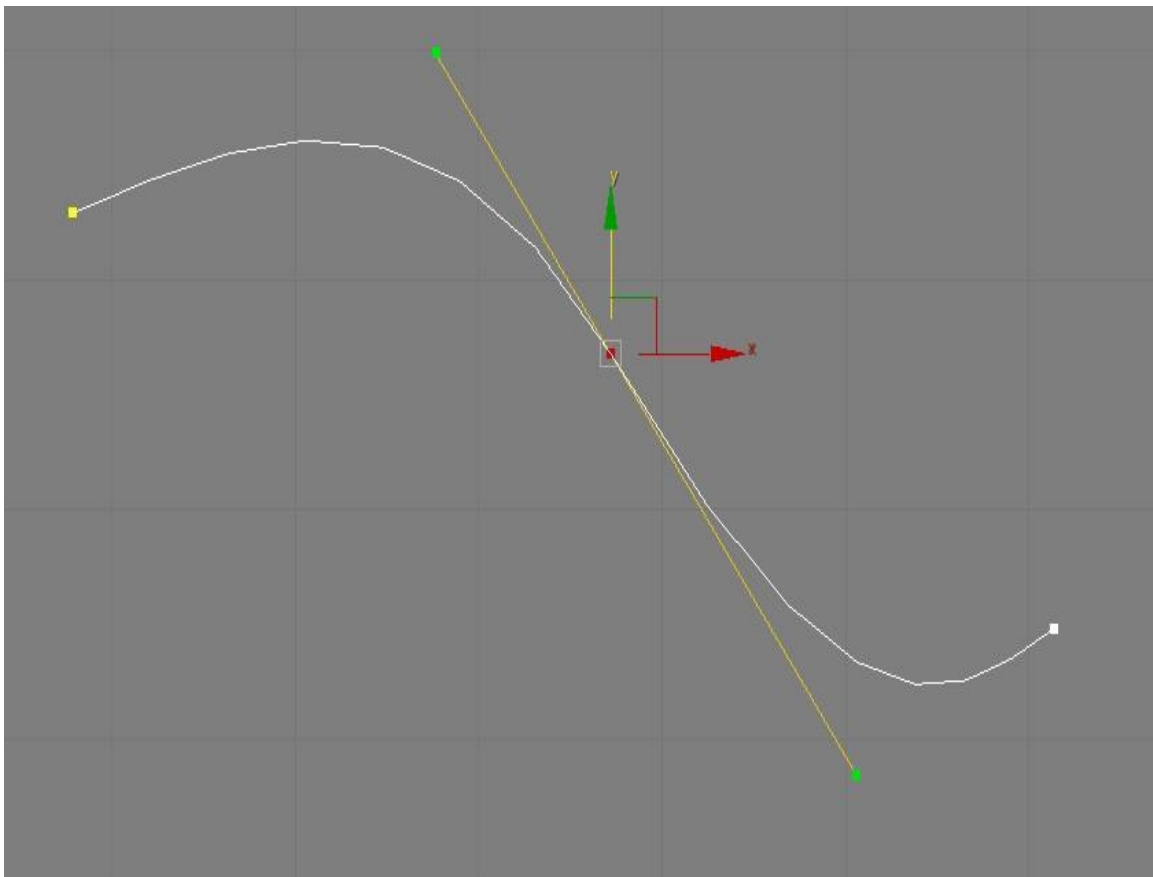

Рисунок 2.37 - Вершина *Bezier* (Безье)
– *Bezier* (Безье) – вершина, подобная сглаженной, но позволяющая управлять кривизной сегментов сплайна при входе в вершину и при выходе из нее. Для этого вершина снабжается касательными векторами с маркерами в виде квадратиков на концах. У вершин типа *Bezier* (Безье) касательные векторы всегда лежат на одной прямой, а удаление маркеров от вершины, которой принадлежат векторы, можно изменять. Перемещение одного из маркеров вершины Безье всегда вызывает центрально- симметричное перемещение второго. Перемещая маркеры касательных векторов вокруг вершины, можно изменять направление, под которым сегменты сплайна входят в вершину и выходят из нее, а изменяя расстояние от маркеров до вершины – регулировать кривизну сегментов сплайна (Рисунок 2.37);